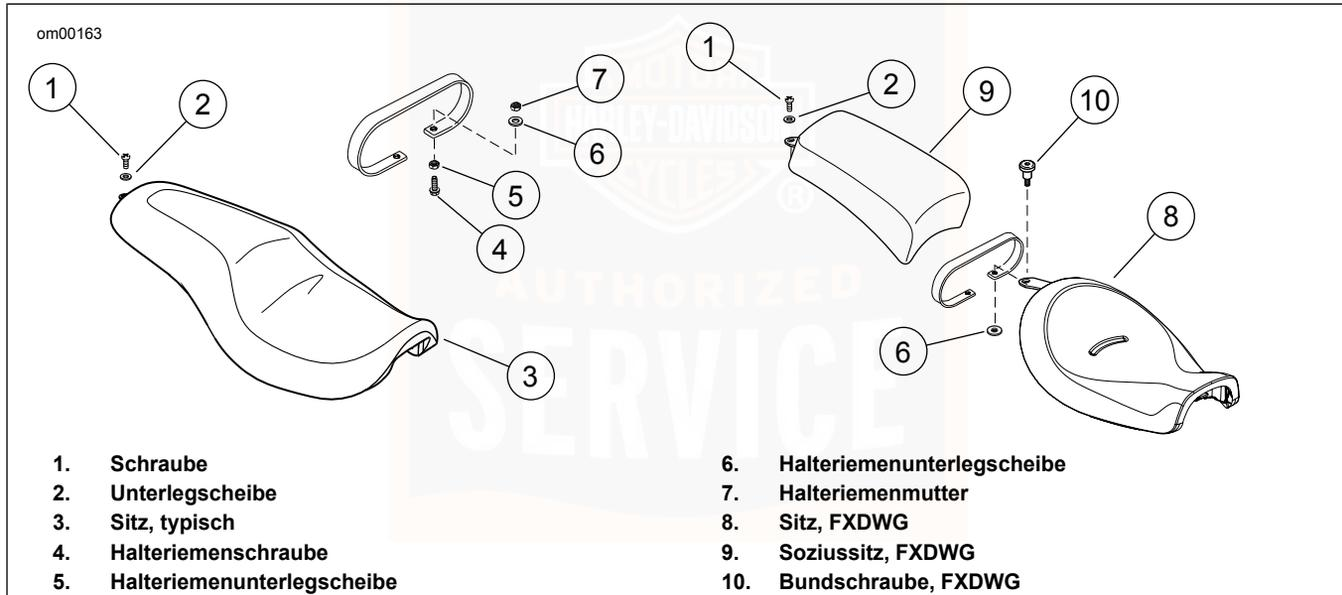

Abbildung 58. Sitz
1. Siehe Abbildung 58. Die Schrauben (1) und Unterlegscheiben (2), welche den Soziussitzsockel (9) am Schutzblech sichern, entfernen.
2. Den Soziussitz nach vorne schieben, um ihn von der Bundschraube (10) zu lösen.
1. Siehe Abbildung 58. Schraube (1) und Unterlegscheibe (2) entfernen.
2. Den Sitz etwas anheben und Mutter (7), Unterlegscheiben (5 und 6) und Schraube (4) entfernen. Halteriemen ausbauen.
3. Siehe Abbildung 58. Den Sitz nach vorne schieben, bis die Sitzarretiermutter des Hinterradschutzblechs im Loch in der Befestigungshalterung zentriert ist.
4. Die Schraube (4), die Unterlegscheiben (5 und 6) und die Mutter (7) einbauen, um den Sitzhalteriemen zu sichern. Auf ein Drehmoment von 6,7–10,2 N·m (60–90 **in-lbs**) anziehen.
5. Schraube (1) und Unterlegscheibe (2) anbringen. Sicher anziehen.